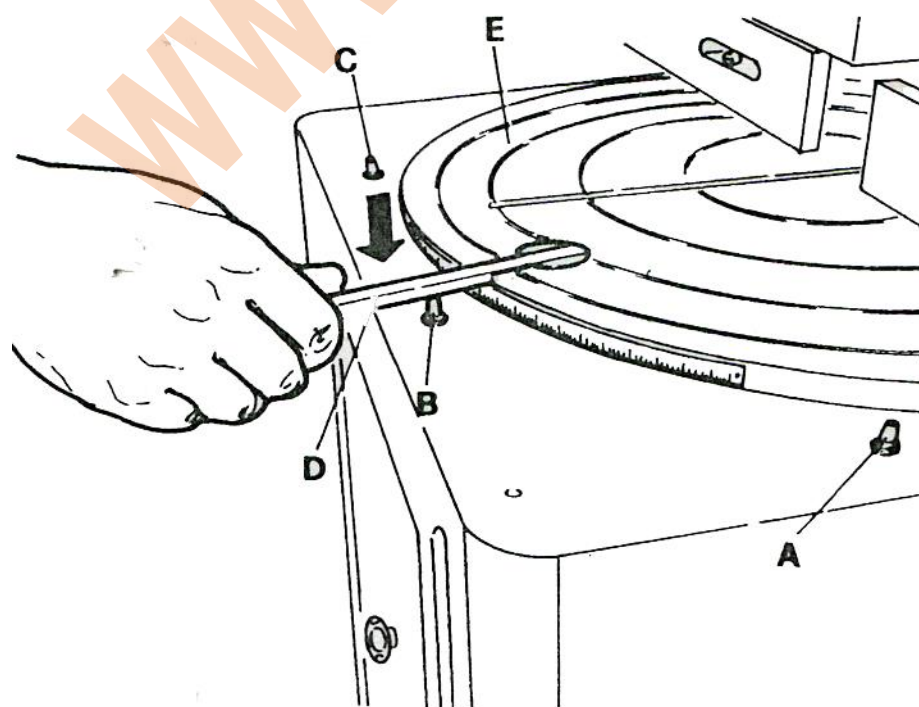

Рис. 7
5.4 Резка под углом 45° (левым и правым) (Рис. 7)